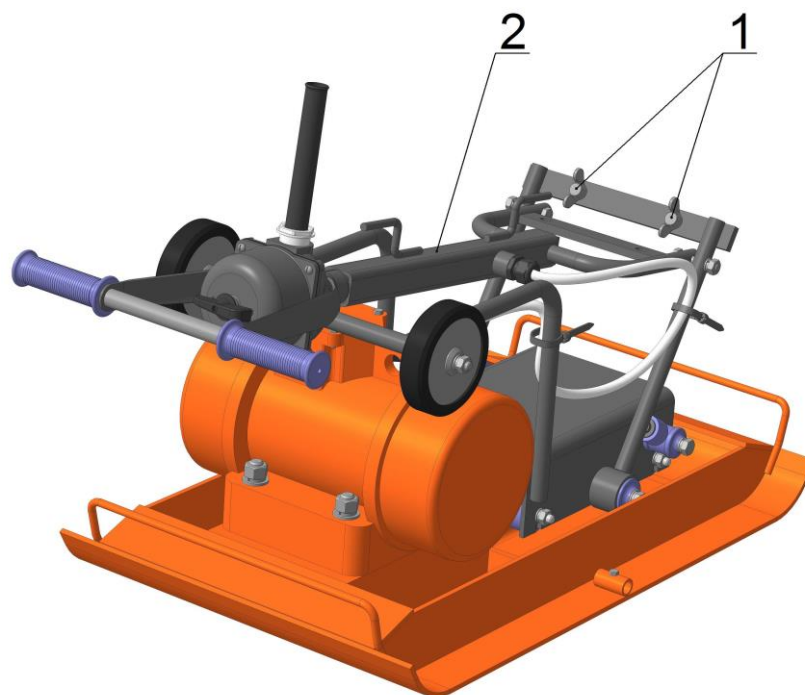

Рисунок 3. Виброуплотнители в транспортном положении:
7.1 Перед началом работы с виброуплотнителем необходимо перевести рукоятку управления поз. 2 (*рисунок 3*) из транспортного положения в рабочее как показано на *рисунках 1 и 2*. Для этого необходимо открутить два винта барашковых поз. 1, перевести рукоятку управления поз. 2 из транспортного положения в рабочее и вновь зафиксировать винтами барашковыми поз. 1.